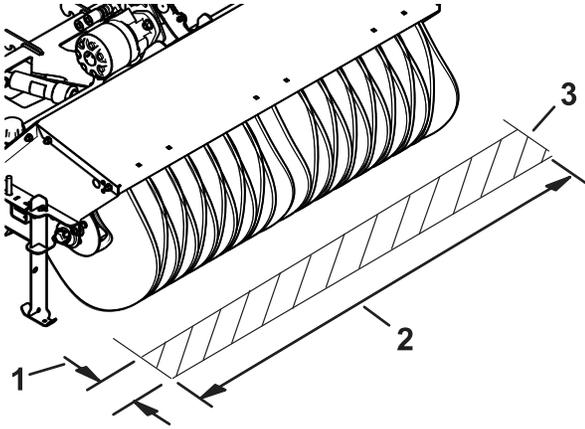

Figure 17
- Assurez-vous que la bande balayée est égale à la longueur de la brosse et ne dépasse pas 51 à 102 mm (2 à 4 po) de largeur, comme montré à la Figure 17.